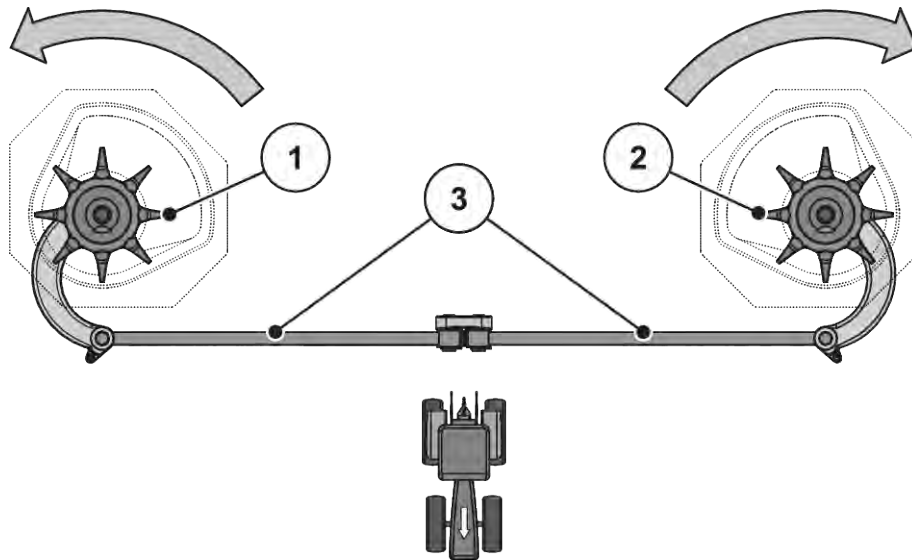

Abb. 85: Rührwerksantrieb prüfen
- Rührkopf von Hand **in die Drehrichtung der Wurfscheibe** drehen. Siehe *Abb. 85 Rührwerksantrieb prüfen*.
- Rührkopf von Hand oder mithilfe eines Ölfilterbandes kräftig **gegen die Drehrichtung der Wurfscheibe** drehen. Siehe *Abb. 85 Rührwerksantrieb prüfen*